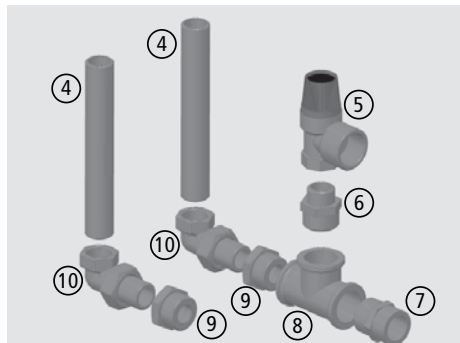

Abb. 3.24 Bauteile im Anschlussatz für Vor- und Rücklauf
- ③ Sicherheitsventil (SV) - das SV in die Vorlaufleitung direkt unter dem Kessel installieren - passende Winkelverschraubungen, Reduzierstücke und ein T-Stück im Lieferumfang Anschlusssatz (siehe Abb. 3.24 auf Seite 31),